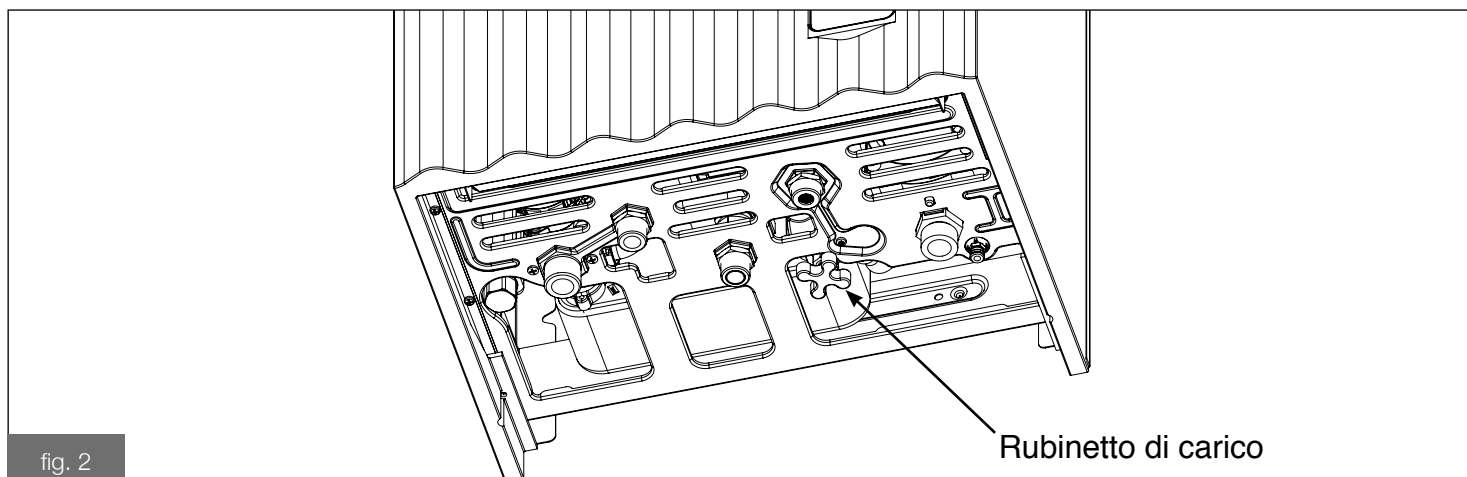

fig. 2
Nel caso dovesse lampeggiare l'errore **E04** di blocco per pressione impianto insufficiente provvedere al riempimento dell'impianto agendo sul rubinetto di carico in fig. 2 (per i modelli SV il rubinetto è posto sul tubo di ingresso acqua fredda).
- ruotare la manopola del rubinetto di carico (fig. 2) in senso antiorario per permettere l'ingresso dell'acqua in caldaia;